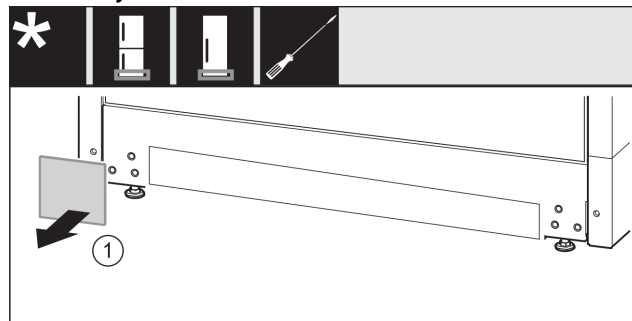

Fig. 16
- Skinite poklopac Fig. 16 (1).